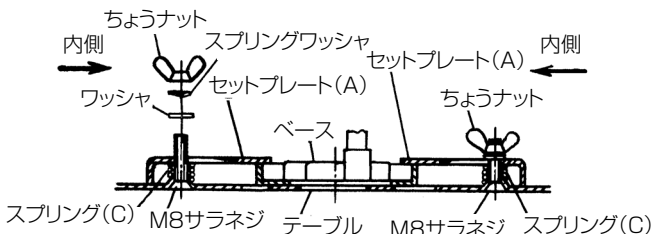
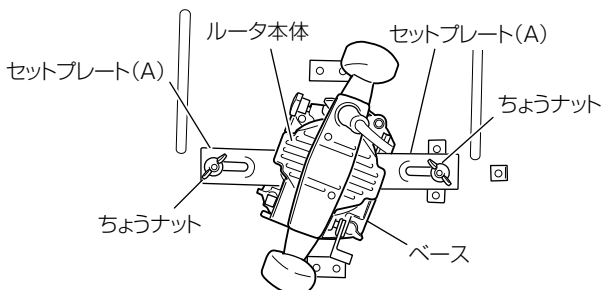

図 17
図 18
- (4) M8 サラネジにスプリング (C)、セットプレート (A)、ワッシャ、スプリングワッシャ、ちょうナットの順に取付けます。(図 17)
- (5) セットプレート (A) を内側へいっぱい寄せ、この状態でちょうナットを十分に締付け、ルータ本体をテーブルに確実に固定します。(図 17、図 18)